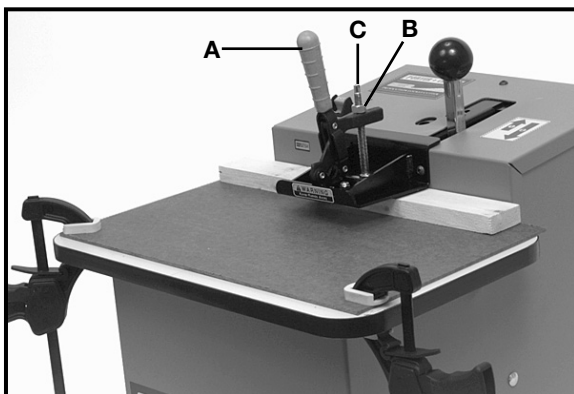

Fig. 18
**IMPORTANT :** Une cale (d'épaisseur variant entre  $\frac{1}{2}$  et  $\frac{5}{8}$  po) est nécessaire pour les matériaux minces. Réalisez la cale à même un matériau de  $\frac{1}{8}$  po d'épais (contreplaqué ou panneau dur). Les dimensions de la cale doivent se rapprocher de celles du dessus de table. Serrez fermement la cale sur le dessus de la table (voir Fig. 18). Placez l'ouvrage mince sur le dessus de la cale, serrez en place à l'aide de la pince de serrage d'ouvrage, et coupez la poche normalement (une fente sera coupée à travers la cale).
1. Placez l'ouvrage sous la pince de serrage ouverte (voir Fig. 18).
2. Fermez la pince de serrage d'ouvrage en poussant le levier rouge (A) Fig. 18, fermement vers l'avant.
4. Desserrez le contre-écrou (B) Fig. 18, en tournant en sens anti-horaire.
Pour desserrer la pince, tournez l'ensemble de vis (C) Fig. 18, de pince en sens anti-horaire. Pour serrer la pince, tournez l'ensemble de vis (C) Fig. 18, de pince en sens horaire.